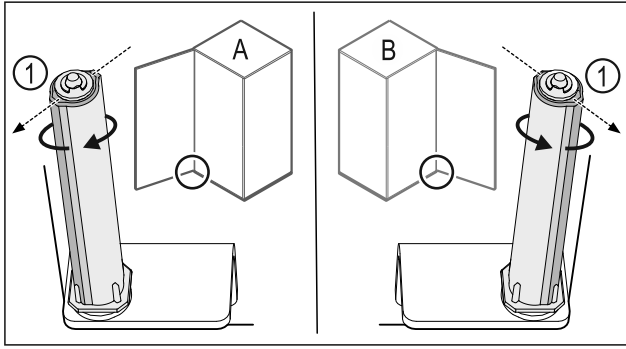

Fig. 38 Розкриття ліворуч (A) / Розкриття праворуч (B)
- ▶ Систему закриття повертати проти опору доки перемичка системи закриття Fig. 38 (1) не показуватиме назовні.